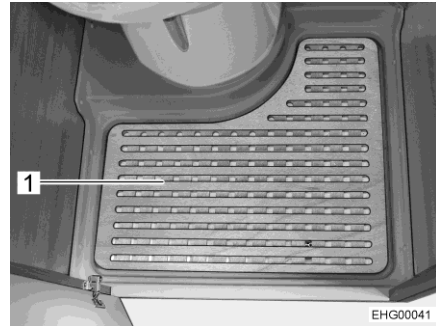

Bild 110 Herausnehmbare Bodenplatte
- Herausnehmbare Bodenplatte (Bild 110,1) zum Duschen entfernen.